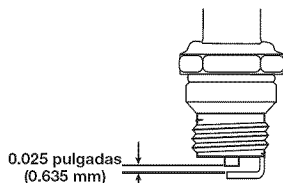

Fig. 24
5. Cambie las bujías que estén rajadas, corroídas o sucias. Ajuste el espacio de la bujía a 0.025 pulgadas (0.635 mm) con la ayuda de un calibrador de hoja (Fig. 24).